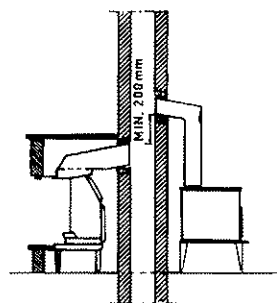

Fig. 1
**NB! Annet ildsted i samme etasje bør ha røykuttak minst 200 mm høyere enn peisovnen (se fig. 1).**